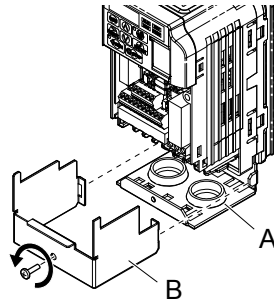

Abb. 3.10 Abnehmen der Frontabdeckung bei einem Frequenzumrichter IP20/NEMA Typ 1
2. Lösen Sie die Schraube an der Klemmenabdeckung (**Abb. 3.10, B**), um die Klemmenabdeckung zu entfernen und die Kabelrohr-Halterung freizulegen (**Abb. 3.10, A**).